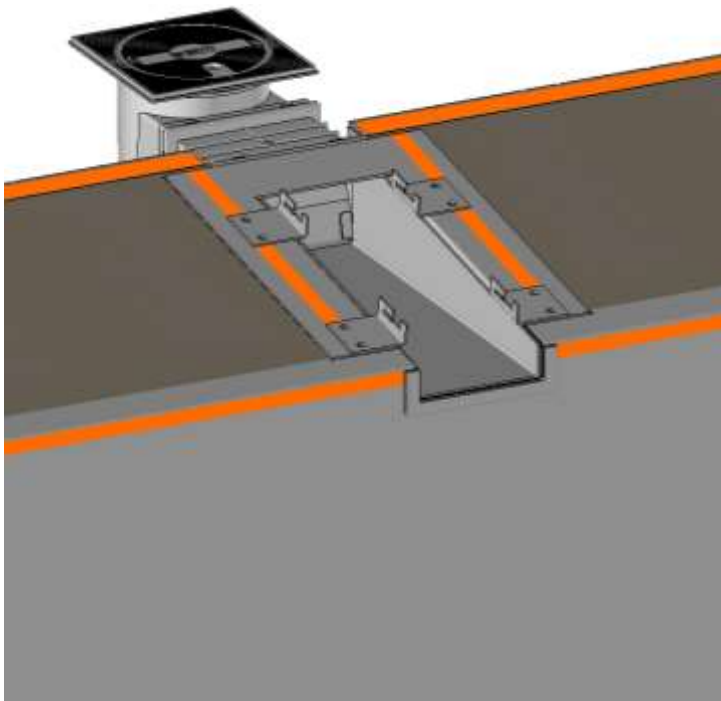

Figure 18 : Disposition de l'adhésif avant l'enduit n°4
- Disposer de l'adhésif sur le pourtour du bassin. Au niveau de la membrane, le poser sur la surface verticale de la paroi du bassin. Sur le skimmer, disposer de l'adhésif entre les supports de grille (voir Figure 18).